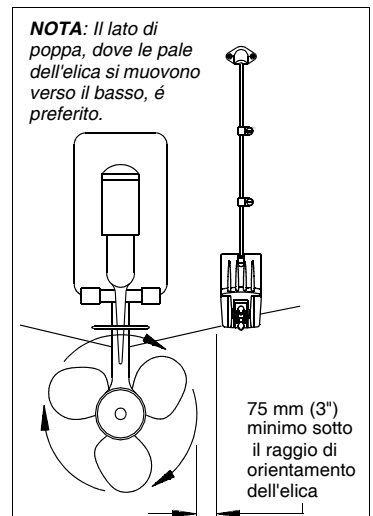

Figura 2. Punto di montaggio su imbarcazione a trazione singola
- È preferibile montare il sensore sul lato di poppa dove le pale dell'elica si muovono verso il basso (Figura 2).